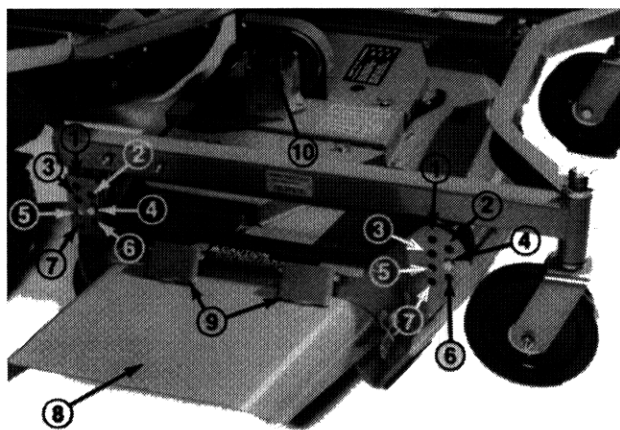

Fig 1
Klippehøjden kan justeres fra 25 til 102 mm i 13 mm trin ved at placere 4 splitbolte i forskellige hulpositioner i beslagene i hvert hjørne af klippeenheten (Fig. 1).
Græsudkastet (Fig. 1) er en sikkerhedsanordning, som fører det afklippede græs og andre fremmedlegemer nedad. Hvis udkastet ikke er monteret på klippeenheten og de fjederbelastede hængsler ikke holder udkastet i nedestilling, kan knivene kaste græs og fremmedlegemer ud af udkastets åbning med nok kraft til at forvolde kvæstelser og ejendomsskader. Hvis græsudkastet eller fjederhængslerne er slidte, ødelagte eller beskadigede, skal den (de) defekte del(e) repareres eller udskiftes. Man må aldrig anvende klippeenheten, medmindre græsudkastet er monteret på klippeenheten. Man skal altid sørge for, at udkastets slisk er i den lavest mulige stilling.
2. Efter hver 50 timers drift skal klippeenheten sænkes, så hjulene står på en plan overflade. Sørg for, at alle klippehøjdeboltene sidder i huller i samme højde. Rengør området rundt om gearkassens dæksel (Fig. 1) for at forhindre, at der kommer urenheder i gearkassen. Fjern skruerne, der fastholder dækslet på gearkassen og afmonter dækslet. Kontroller oliestanden i gearkassen. Hvis oliestanden er for lav, skal der hældes SAE EP 90 olie på op til gearkassens vandrette aksel (indgang). Kontroller pakningens tilstand og udskift den, hvis den er beskadiget eller slidt.